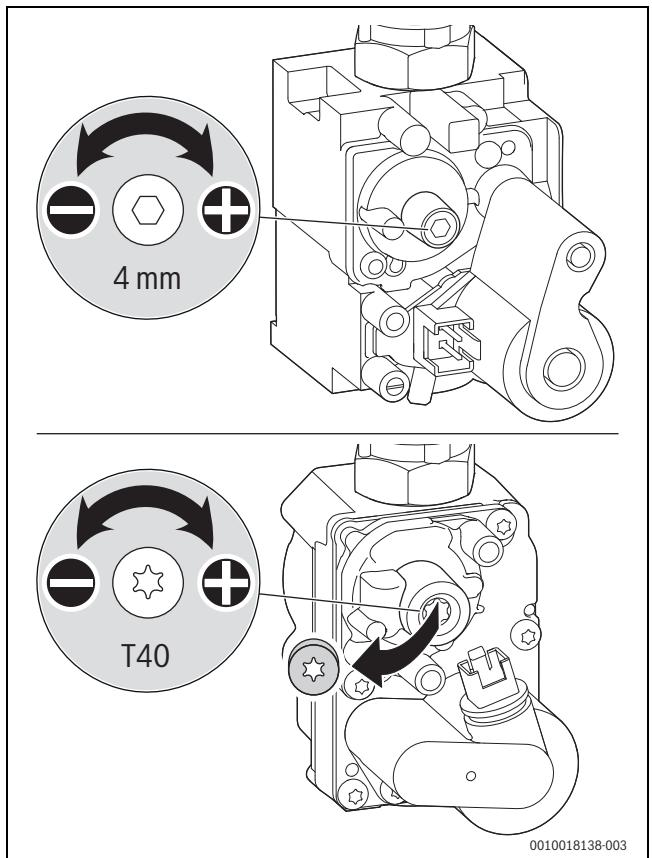

Fig. 34 Ajustar o teor de CO2 ou de O2
- ▶ Remover o selo de chumbo do parafuso de regulação do dispositivo de controlo do gás (apenas para dispositivos de controlo do gás inferiores na fig. 34) e ajustar o teor de CO2 ou de O2 para a potência calorífica nominal mínima.